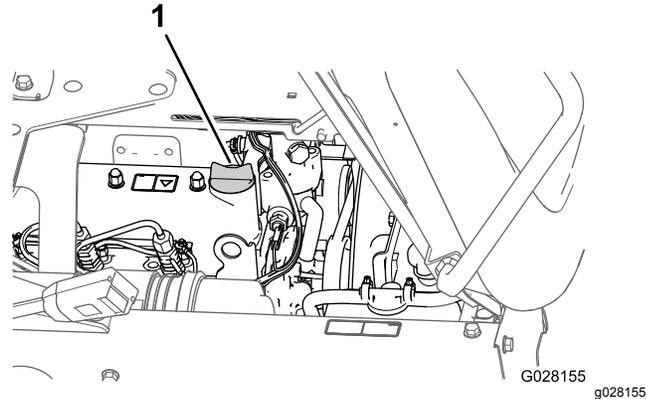

Figure 73
et versez avec précaution environ 80 % de la quantité d'huile spécifiée dans le goulot de remplissage (Figure 73).
8. Remettez le bouchon de remplissage d'huile dans le goulot de remplissage (Figure 73).